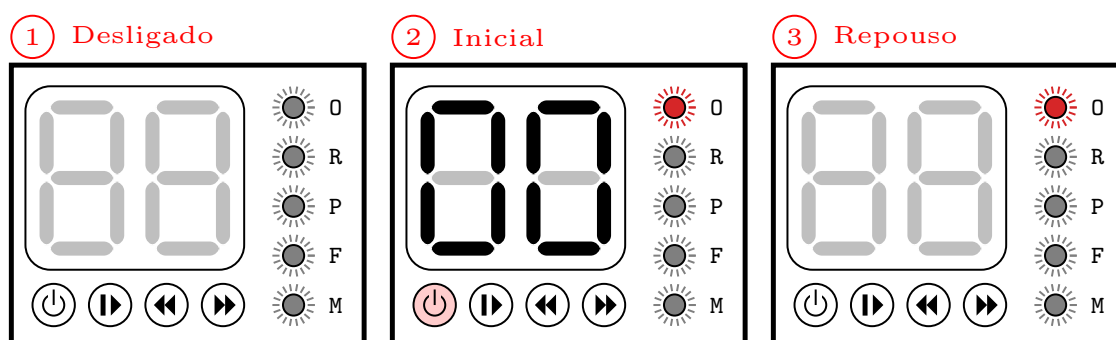

Figura 3: Infográfico do procedimento para repouso por tempo de inatividade
O infográfico da Figura 3 apresenta o detalhamento do procedimento para repouso por tempo de inatividade. Estando na tela desligado (1), o usuário deverá pressionar o botão ON (2), para que os displays apresentem o valor total de mensagens na memória interna. O led O será acionado indicando que o circuito integrado está ativado. (3) após um minuto de inatividade (nenhum *pushbuttons* pressionado) o display é desligado.